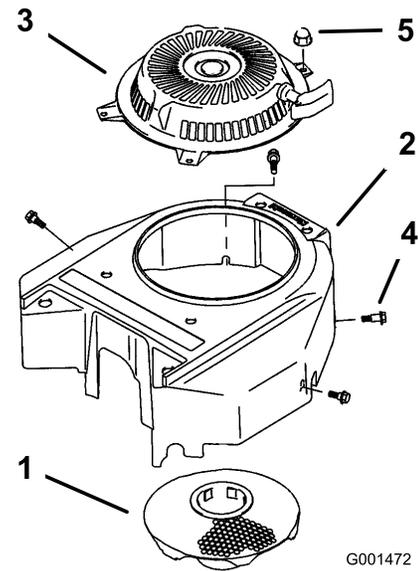

Figura 35
3. Retire la rejilla de entrada de aire, el arrancador de retroceso y la carcasa del ventilador (Figura 35).
5. Instale la rejilla de entrada de aire, el arrancador de retroceso y la carcasa del ventilador (Figura 35).